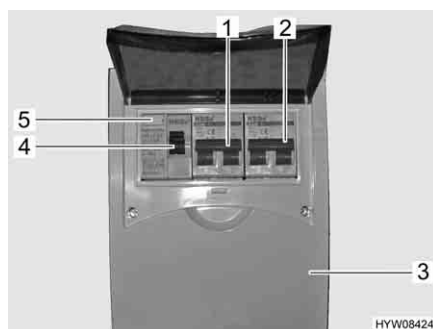

Fig. 96 Scatola dei fusibili a 230 V con interruttore di sicurezza e interruttore automatico FI
Un interruttore di sicurezza per correnti di guasto (interruttore automatico FI) (Fig. 96,4) nella scatola dei fusibili (Fig. 96,3) protegge l'intero veicolo da correnti di guasto (0,03 A).
L'interruttore di sicurezza collegato in serie (10 A) (Fig. 96,1) protegge le prese da 230 V, l'apparecchio per l'alimentazione elettrica, l'apparecchio per l'alimentazione elettrica supplementare e il frigorifero.
Per veicoli con accessori opzionali, p. es. l'impianto di climatizzazione, un ulteriore interruttore di sicurezza (16 A) (Fig. 96,2) protegge l'apparecchio.
- Se il veicolo è collegato all'alimentazione a 230 V, premere il tasto di controllo (Fig. 96,5). L'interruttore di sicurezza per correnti di guasto (FI) deve scattare.